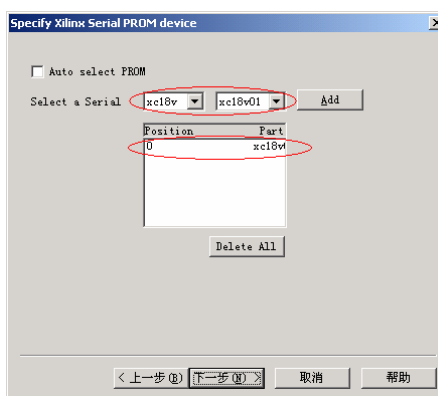

图 9-91 选择 PROM 器件型号
- (4) 单击 **下一步(N) >** 按钮，按图 9-91 所示选择 PROM 器件型号，单击 **Add** 按钮把 PROM 添加到列表中，在列表中可以添加多个 PROM，直到满足 FPGA/CPLD 配置文件的容量要求。